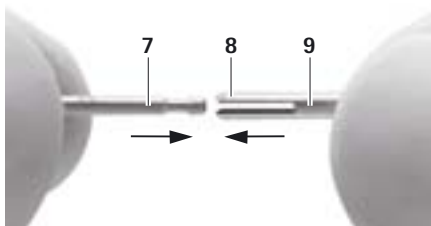

Fig. 5
- Assemblez la tige 5, voir Fig. 5: